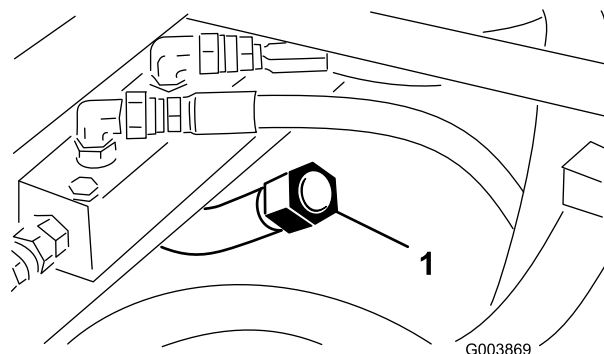

Figura 27
3. Svitare il tappo dell'asta di livello dal collo del bocchettone della trasmissione (Figura 27) e asciugate l'asta con un cencio pulito.